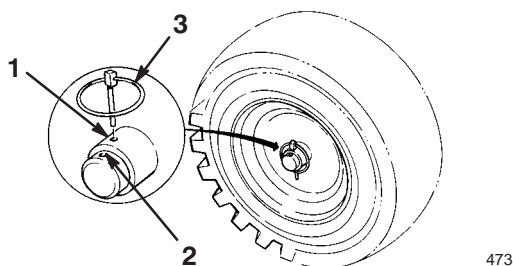

Figure 4
7. Glissez les roues vers l'intérieur et insérez les goupilles dans les trous du moyeu et le trou **intérieur** de l'essieu (Fig. 4).